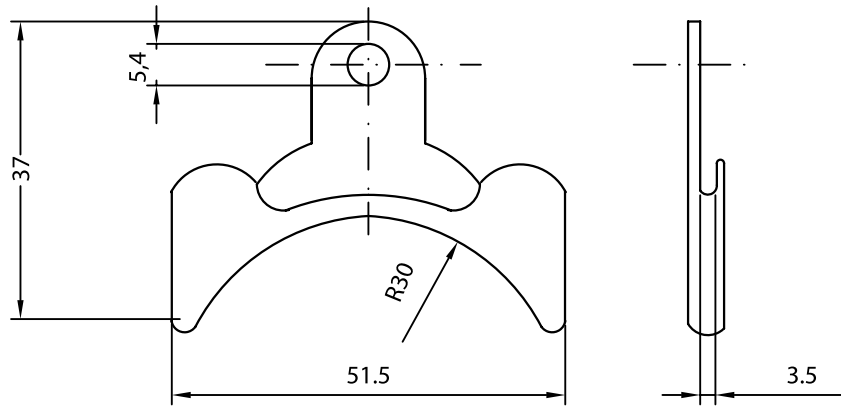

Рис. 4.24. Монтажная скоба для капилляра JZ 05/6
- | JZ 05/6 - комплект монтажных скоб (6 штук) – рис. 4.24;